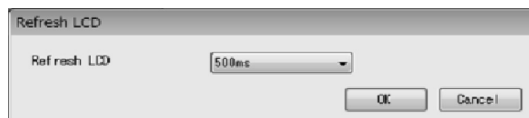

図76
① メニューの「Setup(S)」をクリックし、「LCD」のドロップダウンリストの中から、「Refresh LCD」を選び再度クリックします。
② 次のウィンドウ(図76)が表示されます。ここではLCDに表示する計測値の表示更新周期を設定します。